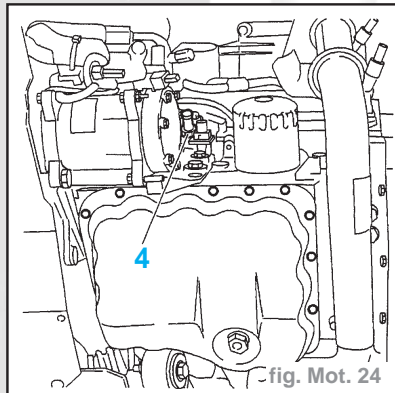

fig. Mot. 24
- Ouvrir le bouchon (4) pour vidanger la première rampe de cylindres (fig. Mot. 24).